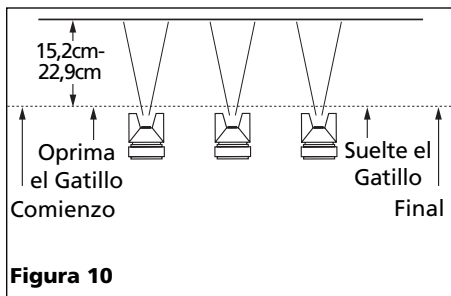

Figura 10
3. Oprima el gatillo adecuadamente. Comience a mover la pistola ANTES DE OPRIMIR EL GATILLO y deje de oprímirlo ANTES DE PARAR DE MOVERLA. Este procedimiento le permitirá que el acabado sea parejo sin dejar rastros de donde se unen las diferentes manos de pintura (Vea la Figura 10).